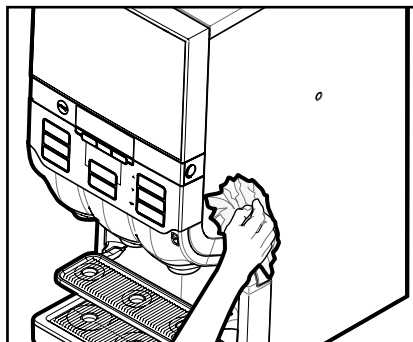

Bild 28
6. Torka av maskinen utvändigt med en ren och fuktig duk (bild 28).